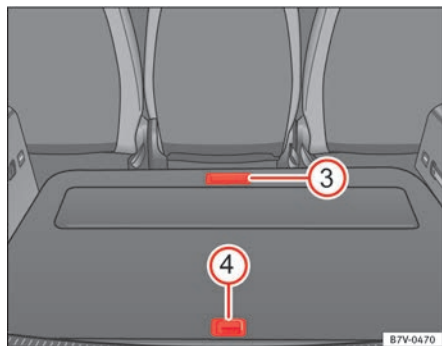

Fig. 114 Otros compartimentos en el piso del maletero
Abrir el compartimento delantero ⇒ fig. 114 ③:	▷ Levante hacia atrás por el asa la parte anterior del piso del maletero.
Abrir el compartimento posterior ⇒ fig. 114 ④:	▷ Levante por el asa la parte posterior del piso del maletero.